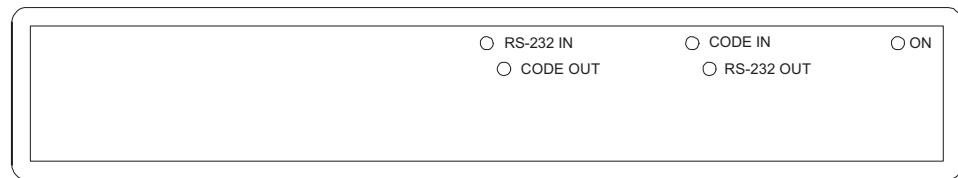

Fig. 5.7 Vorderseite
Se proveen indicadores LED en el panel delantero para mostrar los datos RS-232 que se están recibiendo, los datos RS-232 que se están transmitiendo, los datos bifásicos que se están recibiendo, los datos bifásicos que se están transmitiendo y que la corriente está conectada (ON). Véase la Figura *Figure 5.7 on page 27*.